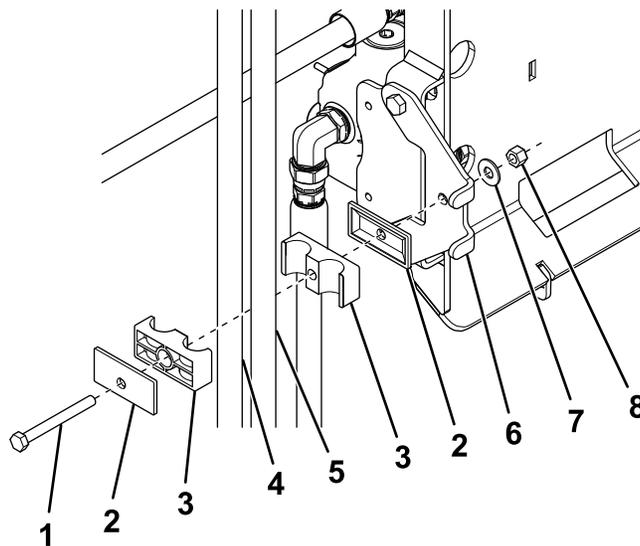

Bild 7
5. Legen Sie die Schläuche zwischen die Hydraulikschlauchschelle und befestigen Sie sie mit einer Schraube ($\frac{5}{16}$ "), zwei Klemmplatten, einer Unterlegscheibe ($\frac{5}{16}$ " und einer Sicherungsmutter ($\frac{5}{16}$ "), wie in Bild 7 dargestellt.